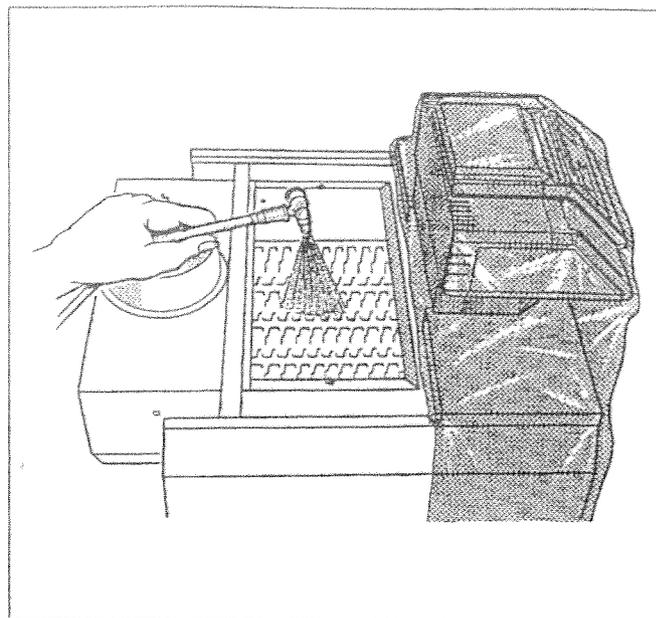

Fig. 32: Pulizia con detergente a spruzzo
- Spruzzare uniformemente dall'alto il detergente nei tiraggi (Fig. 32).